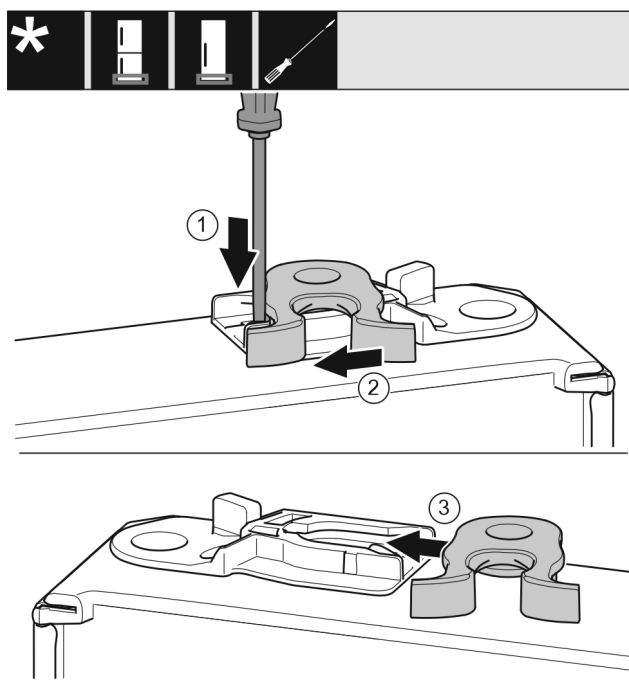

Fig. 17
- ▶ S ploščatim izvijačem potisnite spono navzdol. Fig. 17 (1)
- ▶ Zapiralni kavelj povlecite iz vodila. Fig. 17 (2)
- ▶ Zapiralni kavelj na drugi strani potisnite v vodilo. Fig. 17 (3)